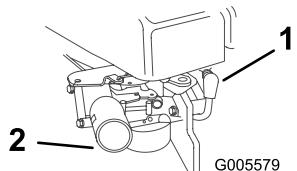

Figura 12
1. Collegate il cappellotto alla candela (Figura 12).
2. Portate il selettori della velocità di trazione in posizione di Folle (N).
3. Premete tre volte il primer, sostando per un secondo tra una pressione e l'altra (Figura 12).
2. Scollegate il cappellotto dalla candela (Figura 12).